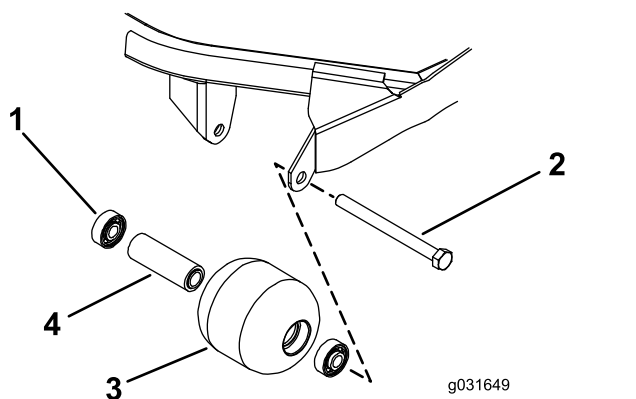

Figura 72
1. Retire el perno de montaje del rodillo (Figura 72).
4. Inspeccione el alojamiento del rodillo, los cojinetes, y el espaciador del cojinete (Figura 72).
1. Haciendo presión solamente sobre el anillo de rodadura exterior, o de forma igual sobre el anillo exterior y el interior, introduzca el primer cojinete en el alojamiento del rodillo (Figura 72).
2. Introduzca el espaciador (Figura 72).
- Haciendo presión solamente sobre el anillo de rodadura exterior, o de forma igual sobre el anillo exterior y el interior, introduzca el segundo cojinete en el alojamiento del rodillo hasta que entre en contacto con el espaciador (Figura 72).